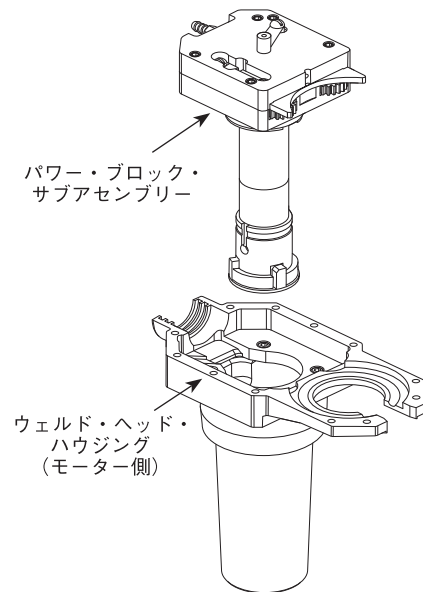

図 28：パワー・ブロック・サブアセンブリを取り外す
8. パワー・ブロック・サブアセンブリを持ち上げて、モーター側ウェルド・ヘッド・ハウジングから取り外します。図 28 をご参照ください。